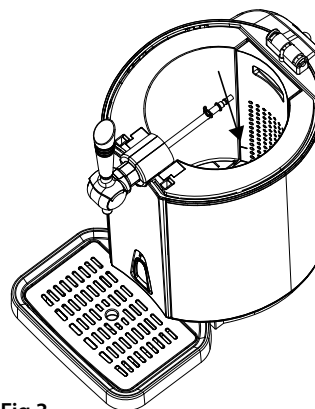

Fig.3
5. Saque del aparato el perno de perforación con el tubo elevador. Vierta 800 ml de agua fría en la cámara de refrigeración. Preste atención a la marca «MAX» en la cámara y compruebe que no haya ningún otro objeto dentro de la misma (fig. 3).